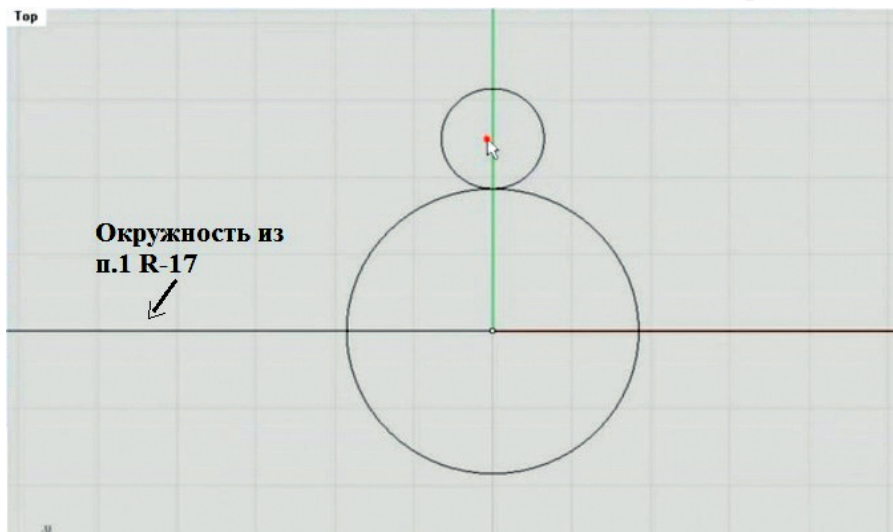

Рис. 99. Окружность диаметром 1,3 мм, основа крана
7. В панели Circle выбираем Circle: Diameter и строим окружность из верхней точки окружности (п. 5) диаметром 1,3 мм (рис. 99).